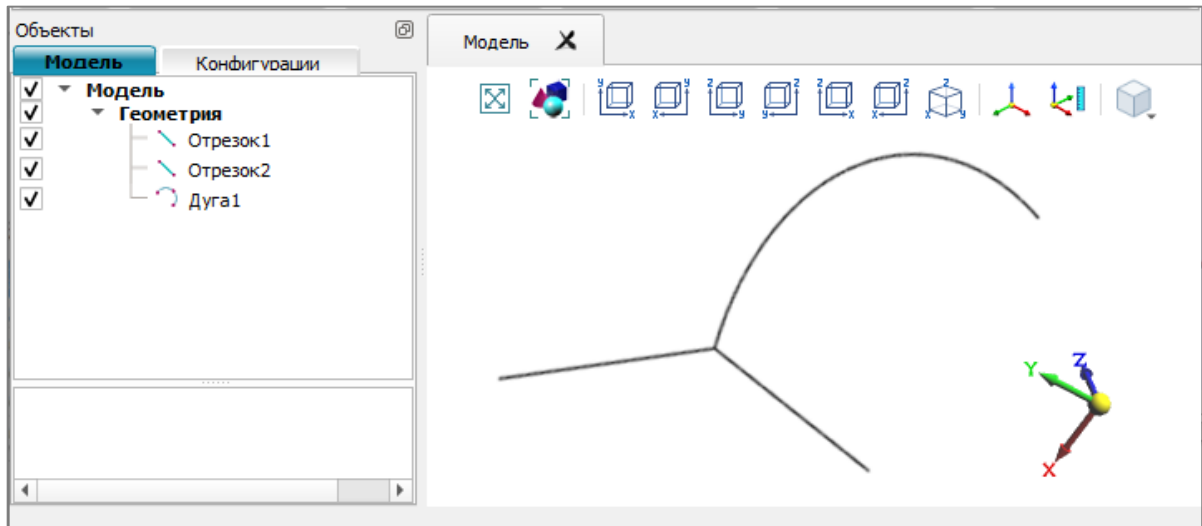

Рис. 59
11.2.1. Геометрия кабелей при создании расчетной модели БКС определяется как серия отрезков прямой линии и дуг окружностей (рис. 59) либо как произвольная кривая, загруженная из САД-пакета.